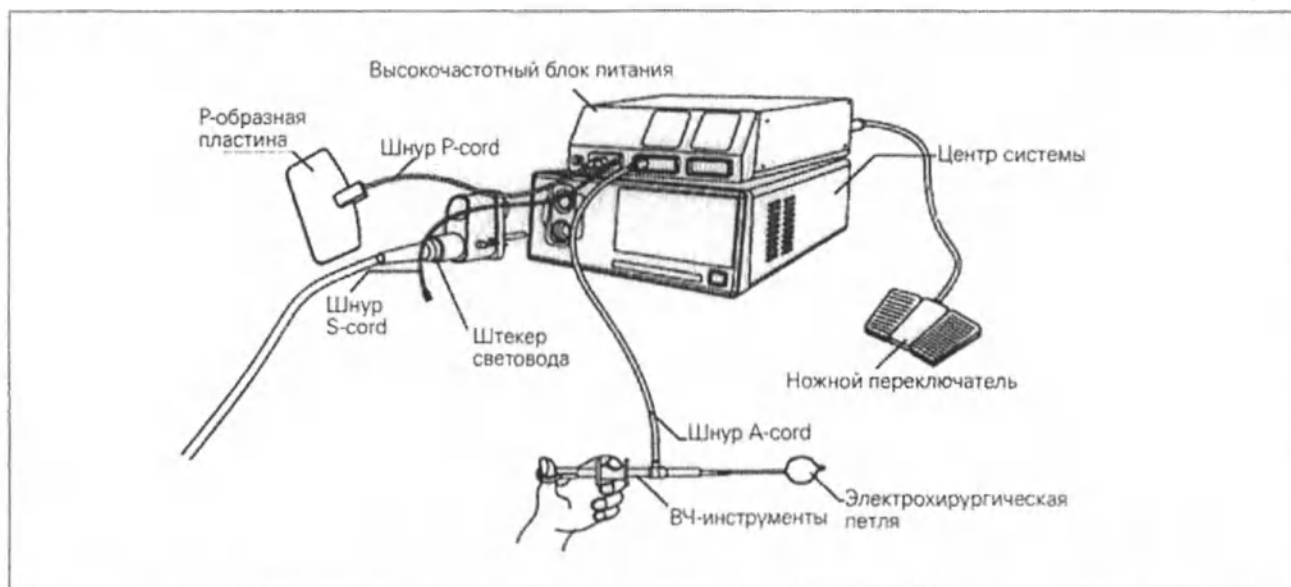

Рис.9.
- Подсоедините электрохирургическую петлю, видеоэндоскоп и видеопроцессор методом, который показан на рис. 9. Для получения подробной информации о способе подключения см. руководство к электрохирургической петле и видеопроцессору.